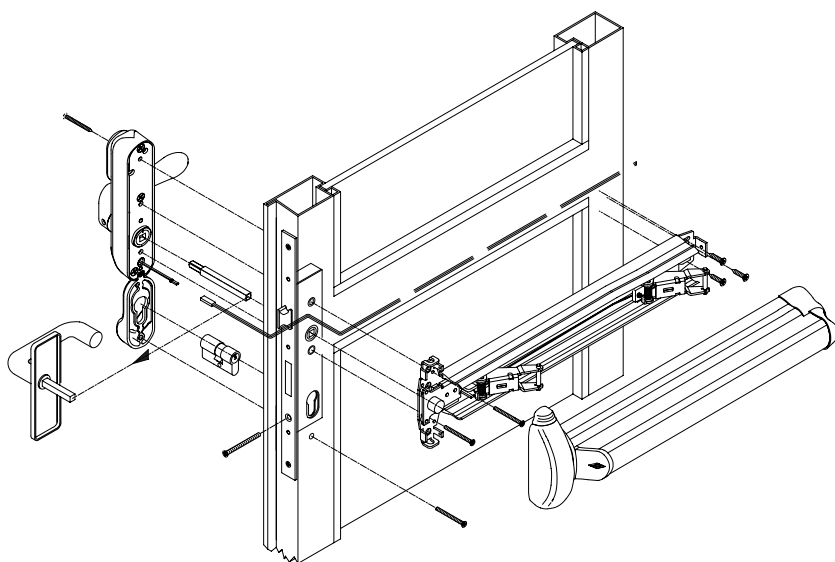
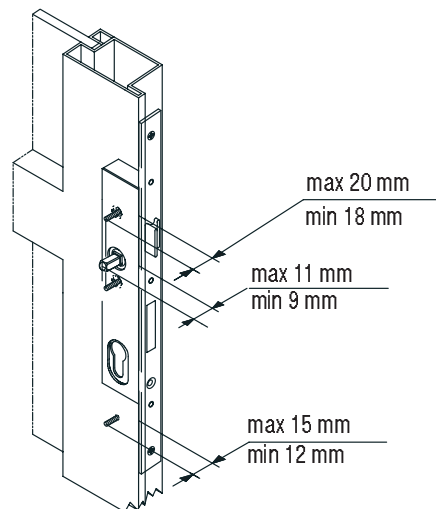

FIG. 4
FIG. 5
IT PREDISPOSIZIONE DELLA PORTA TAGLIAFUOCO PER IL MONTAGGIO CON ELETTROMANIGLIA VERSIONE INFILARE art. 1.07074.71.0 con interasse 92 mm. (Fig. 4 - Fig. 5)
- 4A. installare il quadro, fornito con l'elettromaniglia, verificando che la sporgenza sia compresa nelle dimensioni indicate in fig. 5;
Con il meccanismo della scatola principale del maniglione in appoggio dal lato interno porta, inserire le viti di fissaggio passante in dotazione, verificando che la sporgenza sia compresa nelle dimensioni indicate in fig. 5.
FR PREPARATION DE LA PORTE COUPE-FEU POUR LE MONTAGE AVEC POIGNEE ELECTRIQUE VERSION A ENFILER art. 1.07074.71.0 avec entraxe 92 mm. (Fig. 4 - Fig. 5)
- 4A. Installer le tableau fourni avec la poignée électrique, vérifier que son dépassement soit compris dans la plage de dimensions indiquées sur la fig. 5 ;
Avec le mécanisme du carter principal de la barre anti-panique situé sur le côté intérieur de la porte, insérer les goujons fournis et vérifier que leur dépassement soit compris dans la plage de dimensions indiquées sur la fig.5.
DE VORRÜSTUNG DER BRANDSCHUTZTÜR FÜR DIE MONTAGE EINES ELEKTRODRÜCKERS IN EINSTECKAUSFÜHRUNG Art. 1.07074.71.0 mit Dornmaß 92 mm. (Abb. 4 - Abb. 5)
- 3A. Die wie auf Seite 16 vorgesehene Bohrung auf dem Pfosten ausführen; Den mit dem Elektrodrücker mitgelieferten Vierkantstab montieren und sich dabei überzeugen, dass er nicht weiter vorsteht als in Abb. 5 angegeben;
Mit dem auf der Türinnenseite aufliegenden Mechanismus des Hauptschlosskastens der Betätigungsstange die mitgelieferten durchgehenden Befestigungsschrauben einsetzen und sich überzeugen, dass sie nicht über die in Abb. 5 angegebenen Maße vorstehen.
EN PRE-SETTING A FIRE DOOR FOR INSTALLATION OF A MORTISE VERSION ELECTRIC HANDLE item 1.07074.71.0 with center distance 92 mm (Fig. 4- Fig. 5)
- 4A. install the square spindle supplied with the electric handle ensuring that its protruding part is within the dimensional range shown in fig. 5;
With the panic exit device main box mechanism resting against the door inside, introduce the supplied fixing screws, ensuring that their protruding part is within the dimensional range shown in fig. 5.
ES PREPARACIÓN DE LA PUERTA CORTAFUEGOS PARA MONTAJE CON ELECTROMANILLA VERSIÓN EMBUTIDA Art. 1.07074.71.0, con distancia entre ejes de 92 mm (Fig. 4 - Fig. 5)
- 4A. Instale el cuadrado suministrado con la electromanilla, verificando que la parte sobresaliente esté comprendida en las dimensiones indicadas en la Fig. 5;
Con el mecanismo del cofre principal de la barra apoyado en el lado interior de la puerta, introduzca los tornillos pasantes de fijación suministrados, verificando que la parte sobresaliente esté comprendida en las dimensiones indicadas en la Fig.5.
NL VOORBEREIDING VAN DE BRANDDEUR OP MONTAGE VAN ELEKTRISCHE HANDGREEP VOOR INSTEKMONTAGE art. 1.07074.71.0 met hartafstand van 92 mm. (Fig. 4 - Fig. 5)
- 4A. installeer het paneel dat bij de elektrische handgreep wordt geleverd. Controleer of het niet meer uitsteekt dan de afmetingen die staan aangegeven in fig. 5;
Breng met het mechanisme van het hoofddeel van de handgreep tegen de binnenzijde van de deur de bijgeleverde tapeinden bevestigingsschroeven aan. Controleer of het niet meer uitsteekt dan de afmetingen die staan aangegeven op fig.5;
- 3B. install the square spindle supplied with the electric handle ensuring that its protruding part is within the dimensional range shown in fig. 5;